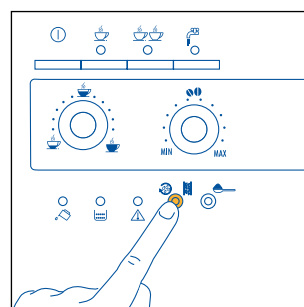

Fig. 14
1) Indien het apparaat net werd aangezet en men een espresso wilt zetten (minder dan 60 cc), wordt het warm water van de spoeling gebruikt om de kopjes voor te verwarmen (zie tip par. 4.3, punt 5.). Indien evenwel na de laatst gezette kop koffie meer dan 2/3 minuten zijn verlopen alvorens een nieuw kopje te zetten, moet de infusor worden voorverwarmd door te drukken op de knop   (fig. 14). Laat het water in het onderliggend druijbakje lopen of gebruik dit water om het kopje